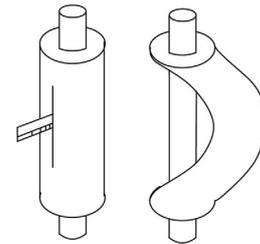

Fig. 15
- 4 Si le cintrage direct risque de former des cassures sur le tuyau, utilisez d'abord un cutter pour couper la couche d'isolant, voir Fig.15. Ne cintrerez pas le tuyau tant qu'il n'est pas dénudé. Une fois le cintrage terminé, enroulez le tuyau d'une couche d'isolant et protégez-le avec du ruban adhésif.